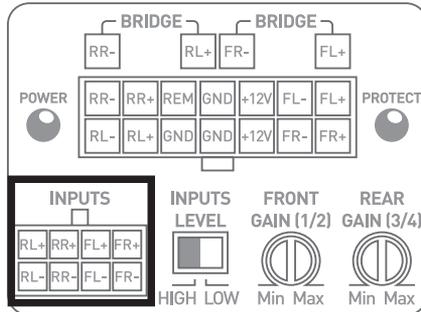

fig. 5
- 9 - Protégez toujours la batterie et le circuit électrique de dommages potentiels à l'aide de fusibles. Installez un porte-fusible et un fusible appropriés sur le câble d'alimentation 12 V positif (+) à moins de 40 cm de la borne de la batterie. Idéalement, cette distance doit être la plus courte possible (fig.5).
Connectez directement les sorties haut-parleur de l'autoradio au câble d'adaptation fourni (*fig. 5*) en respectant les polarités (INPUT Left = noir ou blanc, INPUT Right = rouge). Connectez l'autre extrémité au panneau de connexion INPUTS de l'amplificateur.